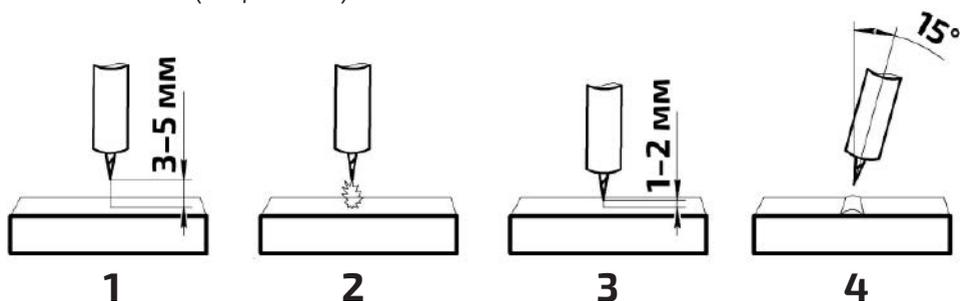

Рис.7.6.1. Высокочастотный поджиг дуги.
Высокочастотный поджиг (HF) позволяет зажечь TIG дугу без касания к изделию. Основное преимущество в том, что при зажигании дуги в основном металле не остается вольфрамовых включений (см. рис. 7.6.1).